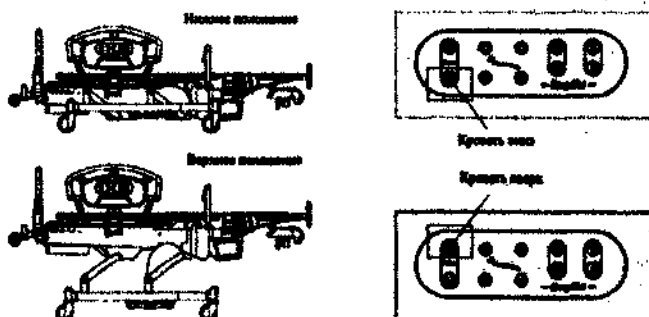

Рисунок 10
2. Движение кровати вверх и вниз (Рисунок 10)